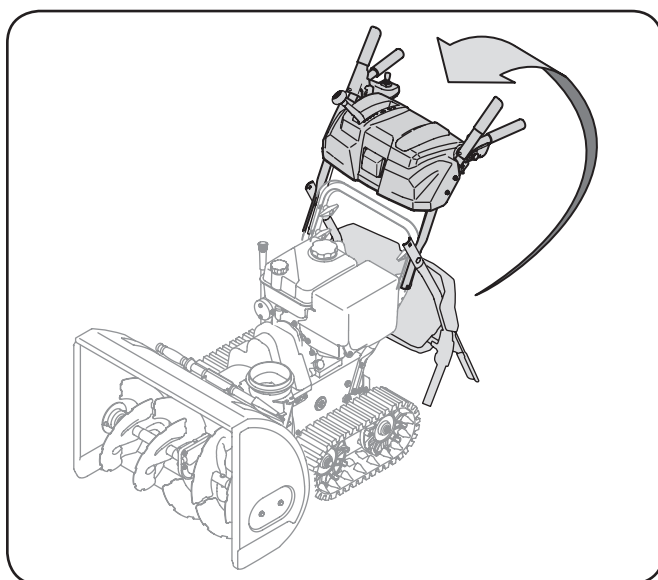

Figura 3-1
1. Coloque la palanca de cambios en la posición de avance (F) 6.
2. Quite la tuerca de mariposa inferior de plástico y el transporte pernos de cada lado de la parte superior del mango, y luego aumentar la parte superior del mango de montaje hasta que encaje en la parte inferior manejar. Vea la Figura 3-1.